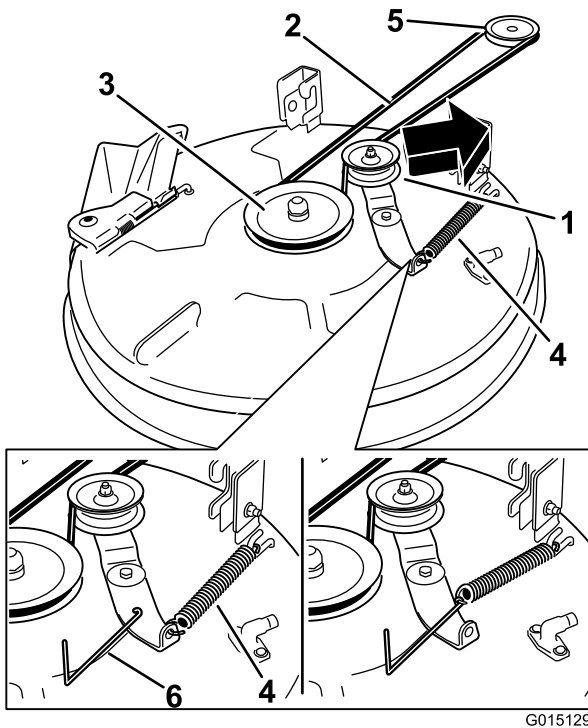

Figure 59
4. À l'aide d'un outil de dépose de ressort (réf. Toro 92-5771), décrochez le ressort du crochet sur le plateau pour détendre la poulie de tension et déchaussez la courroie des poulies (Figure 59).
5. Acheminez la courroie neuve autour des poulies du moteur et du plateau de coupe (Figure 59).
6. À l'aide d'un outil de dépose de ressort (réf. Toro 92-5771), accrochez le ressort à l'ergot sur le plateau pour tendre la poulie de tension et la courroie de plateau de coupe (Figure 59).